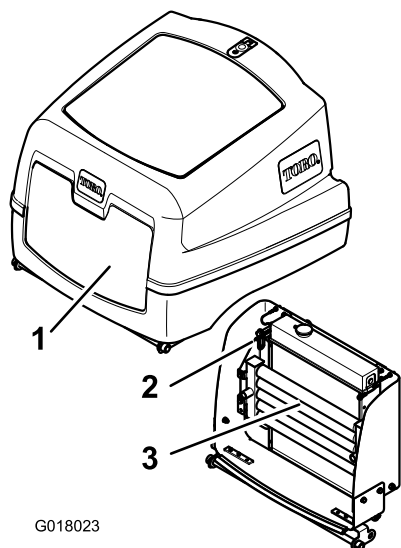

Figura 61
4. Sbloccate il fermo e aprite il coperchio del motore (Figura 61).